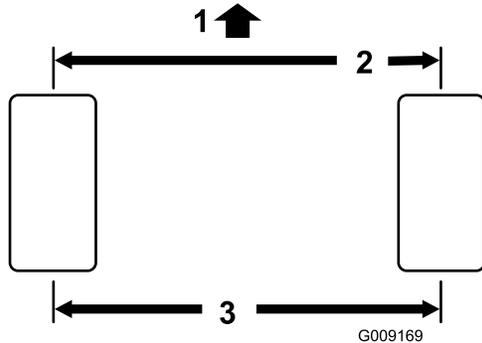

Figura 47
1. Meça a distância de centro a centro (à altura do eixo) na zona dianteira e traseira dos pneus da direção. A medição dianteira deve ser 3 mm inferior à medição traseira (Figura 47).